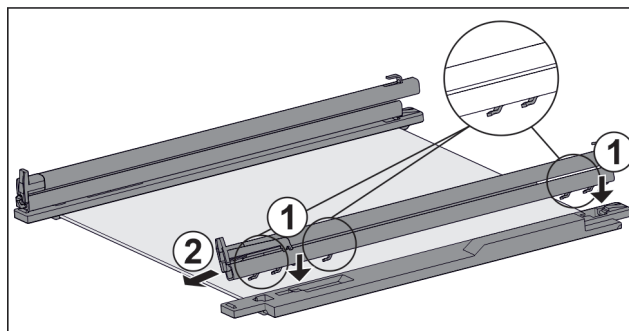

Fig. 63 Glasplade med skinner og holdedele
- ▶ Sæt skinnens kroge på den **venstre** holdedels åbninger. Fig. 63 (1)
- ▶ Træk skinnen frem. Fig. 63 (2)
- ▶ Sæt skinnens kroge på den **højre** holdedels åbninger. Fig. 63 (1)